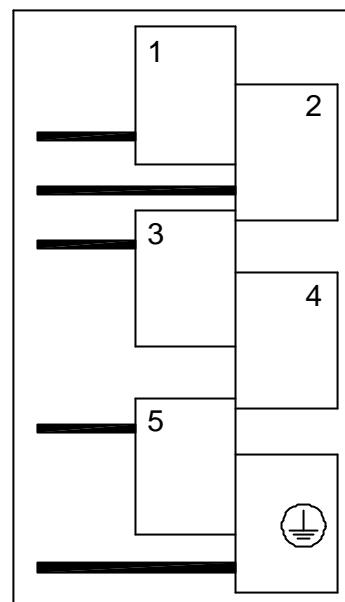

fig. 17
- Connect supply wire to the terminal box located at rear of the washer, refer to chart below for wire position (fig. 17).
- Connecter le câble d'alimentation au boîtier de bornes du panneau arrière de la laveuse, voir tableau ci-joint pour la position des câbles (fig. 17).